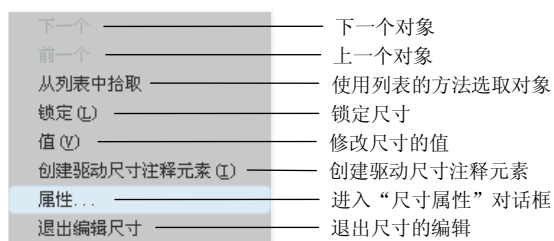

图 5.9.4 快捷菜单
Step2. 右击，在弹出的图 5.9.4 所示的快捷菜单中选择 **属性** 命令，此时系统弹出“尺寸属性”对话框。